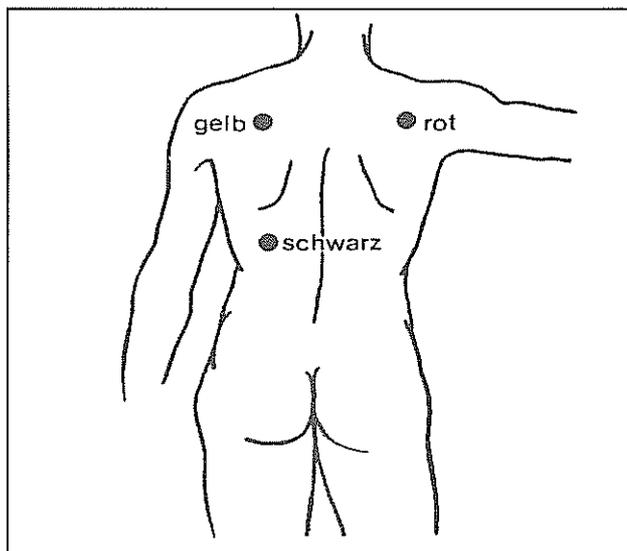

Bild 4
* Beim Überwachen der Herzfrequenz während elektrophysiologischer Eingriffe legen Sie die Elektroden entsprechend Bild 4 an: Rote und gelbe Elektrode auf rechte und linke Spina scapulae, schwarze Elektrode beliebig. Darüber hinaus beachten Sie bitte, daß sich die Schnittstelle nicht zwischen 2 Elektroden befindet und daß die Elektroden möglichst weit entfernt vom Operationsfeld liegen.